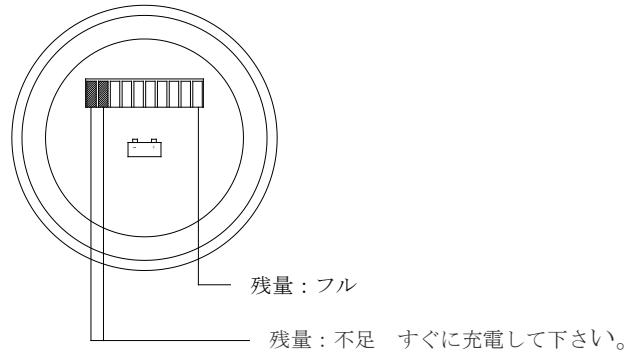

図 5
- 本体に付いているバッテリー残量インジケータ(図5)が電力不足を示していたらすぐにバッテリーの充電をして下さい。充電をしないまま放置するとバッテリーの寿命が短くなります。